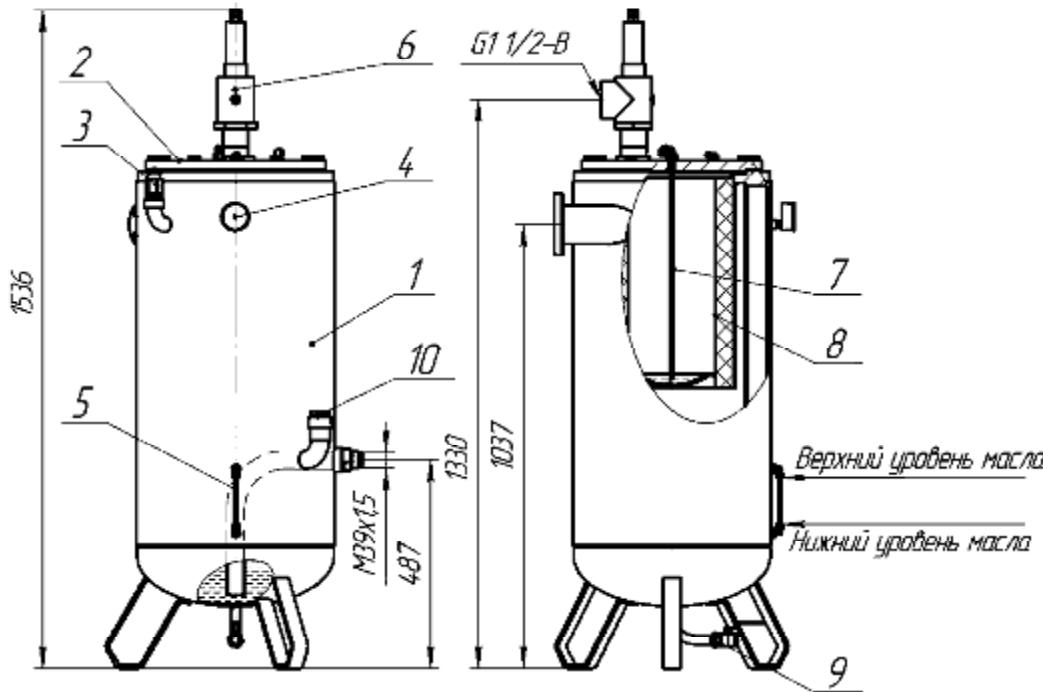

Рисунок 5. Маслоотделитель.
4.1.3 Маслоотделитель установки (рис.5) – стальной сварной сосуд, предназначен для разделения масло-воздушной смеси, поступающей из винтового блока и обеспечения непрерывности поступления масла в винтовой блок.